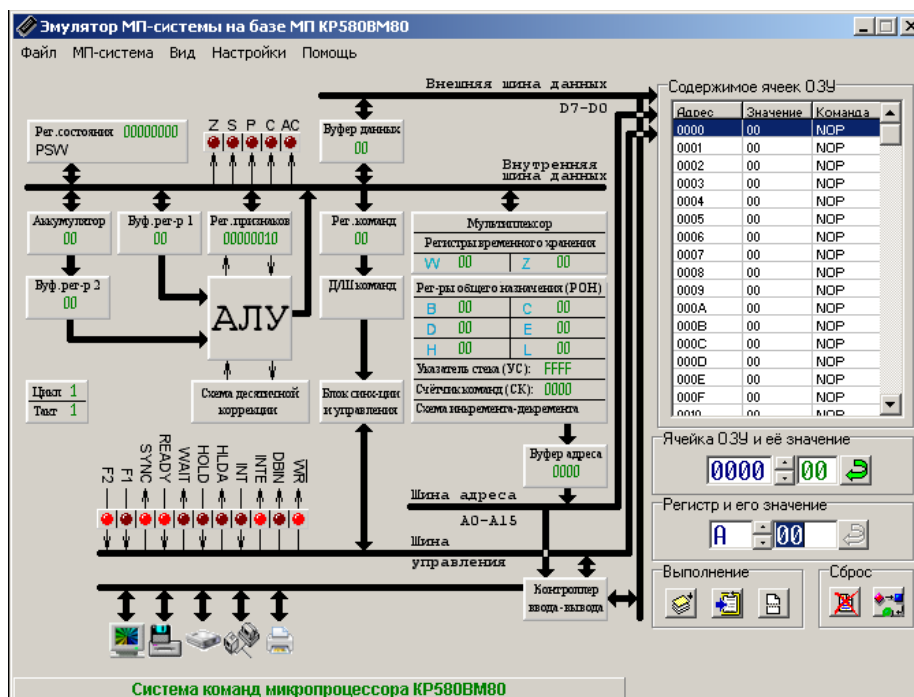

Рис. 1. Интерфейс программы KP580 Emulator
1. Запустите эмулятор микропроцессора КР580ВМ80А. Ознакомьтесь с основными элементами микропроцессора (АЛУ, аккумулятор, буферные регистры, регистры признаков, регистры общего назначения, регистр и дешифратор команд, устройство управления, шины) (рис. 1).